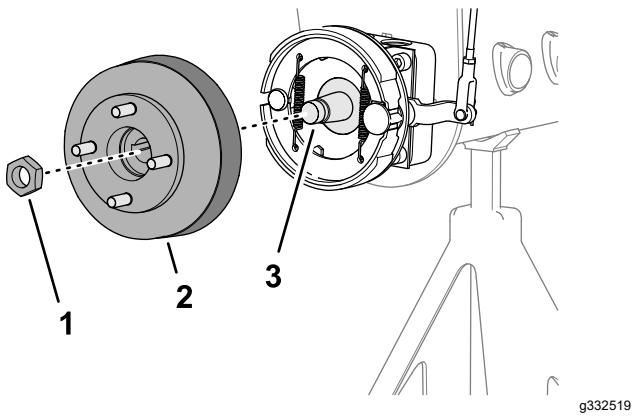
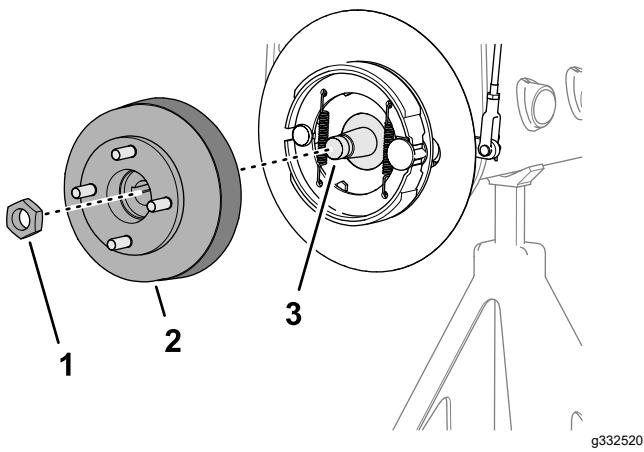

Figura 61
Figura 62
1. Rimuovete il dado di bloccaggio che fissa il mozzo all'albero motore della ruota (Figura 61 o Figura 62).
4. Utilizzate l'estrattore del mozzo delle ruote specificato per rimuovere il mozzo della ruota e il tamburo del freno dall'albero motore della ruota (Figura 61 o Figura 62).